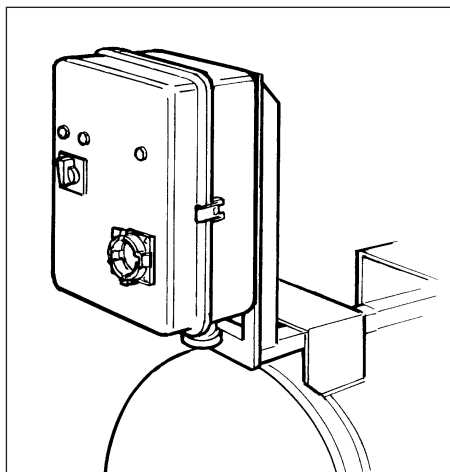

fig. 13
- de thermische motorbescherming activeren (*Fig. 4-5*) Fig. 13 elektrisch paneel: er moet een gespecialiseerd technicus ingrijpen;